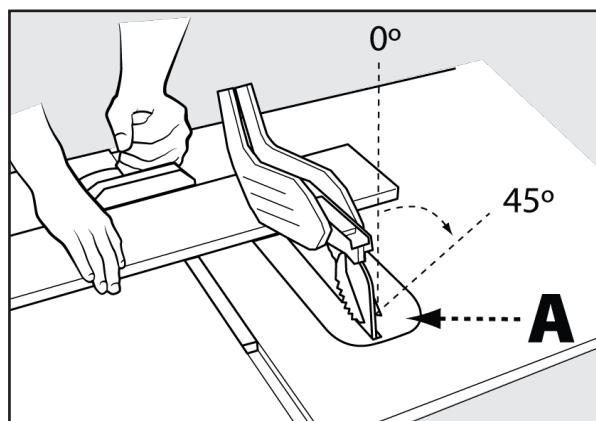

FIGURE 18
Les coupes transversales en biseau sont pareilles aux coupes transversales sauf que l'angle de biseau (A) est réglé à un angle autre que 0°. Lors d'une coupe transversale en biseau, placer le guide d'onglet dans la fente d'onglet à droite de sorte que la lame soit inclinée de l'autre côté de la jauge et des mains. Voir figure 18